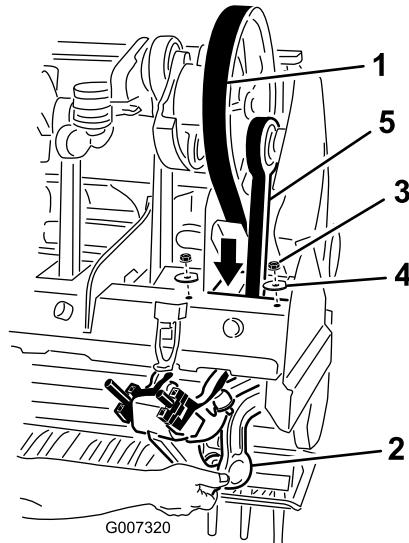

Figura 39
- Pase la correa de transmisión a través del bastidor del cabezal de perforación y alrededor del extremo inferior del brazo de taladros n.º 1 (Figura 39).
- Afloje y retire las 2 contratuerca y arandelas que sujetan el amortiguador rotalink para el brazo de taladros n.º 1 (Figura 39).